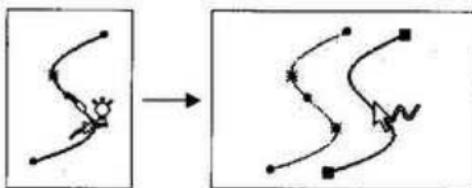

图 2-39 最终生成的套合样条曲线
(1) 在特征管理器设计树中选取“前视基准面”，使用草图工具栏中的  (样条曲线) 工具在图形区域任意绘制一条曲线。
(2) 保持曲线的选取，单击样条曲线工具工具栏中的  (套用样条曲线) 工具，然后单击  (确定) 按钮，此时系统显示警告框，告诫用户需要至少两个以上的实体才能进行套合命令操作。
(3) 于是，遇到这样的一个问题：要保持此曲线的曲率，但又要消除曲线的所有控制点。这里我们可以使用  (分割实体) 工具将曲线分割成两个实体，然后再使用  (套用样条曲线) 工具进行操作。
(4) 单击草图工具栏中的  (分割实体) 工具，在曲线上单击鼠标左键完成曲线的分割操作。
(5) 单击标准工具栏中的  (选择) 工具，框选两条分割线，然后单击样条曲线工具工具栏中的  (套合样条曲线) 工具，在“套合样条曲线”属性管理器中点选“解除约束”单选钮，在“公差”文本框中输入参数值，单击  (确定) 按钮，完成曲线的套合操作，结果如图 2-39 所示。不难发现，新生成的套用样条曲线在形体上和原实体保持一致，同时曲线上只保留起始和结束两个控制点。